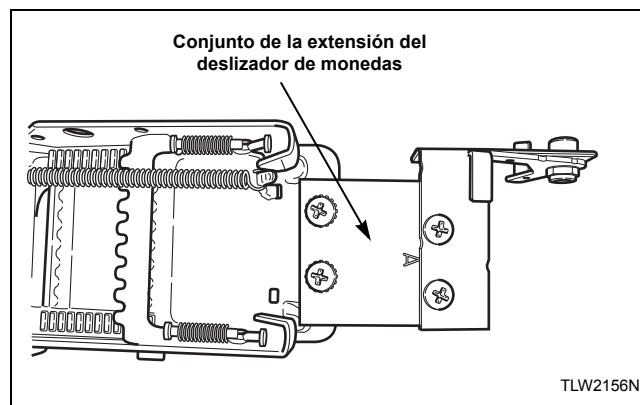

Figura 20
5. Instale el conjunto de la extensión del deslizador de monedas en la parte superior del deslizador de monedas usando los dos tornillos y las tuercas de seguridad restantes. Consulte la *Figura 20*.
3. Instale la extensión del deslizador sobre el deslizador de monedas usando dos tornillos. Consulte la *Figura 20*.